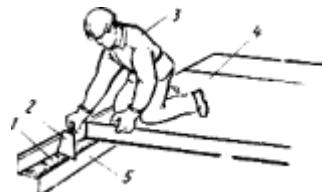

Рис.2.2. Подготовка места установки панели
*Подготовка места установки панели (рис.2.2), исполнители рабочий, выполняющий монтажные работы, старший в звене и рабочий, выполняющий монтажные работы*